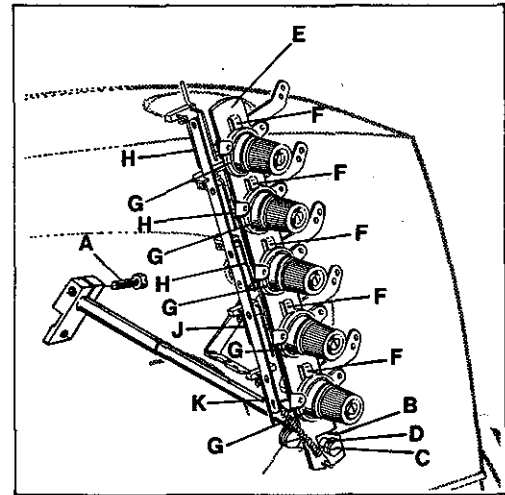

Fig. 60
5.1 Loosen screw (A, Fig. 60) in the tension release lever on the back of the machine and set lever (B) of tension release lever shaft horizontal. Retighten screw (A).
5.2 Loosen screw (C, Fig. 60) and set the tension disc separator (E) by turning eccentric (D) so that the separators (F) are as close as possible to the tension discs (G) without touching them. Retighten screw (C). The tension discs must open as soon as the cutting process starts. The tension disc separator should move freely between the tension discs without binding.
5.1 Lösen Sie die Schraube (A, Fig. 60) im Spannungsauslöshebel auf der Rückseite der Maschine und stellen Sie den Hebel (B) der Auslösestange für Fadenspannung waagrecht. Ziehen Sie die Schraube (A) wieder an.
5.2 Lösen Sie die Schraube (C, Fig. 60) und stellen Sie den Spannungsscheibentrenner (E) durch Drehen des Exzenters (D) so, daß die Öffner (F) so dicht wie möglich an den Fadenspannungsscheiben (G) stehen, ohne diese zu berühren. Ziehen Sie die Schraube (C) wieder an. Die Fadenspannungsscheiben müssen bei Beginn des Schneidvorganges öffnen. Der Spannungsscheibentrenner (E) muß zwischen den Fadenspannungsscheiben (G) freigehen ohne zu klemmen.
5.3 The thread pull-off hooks (H, Fig. 60) for the needle threads control the length of the needle thread tails on garment after trimming. The higher the hooks are set, the shorter the needle thread tails will be. Set the thread pull-off hooks (H) so that with free needle thread tails immediately the next stitch is formed, when sewing starts and the visible thread ends on the top of fabric are as short as possible. Set the thread pull-off hook (J, Fig. 60) for the looper thread so that the thread is clamped securely when trimmed. Set the thread pull-off hook (K, Fig. 60) for the spreader thread so that a sufficient amount of thread is pulled-off for the pneumatic cover thread pull-off (see item 7).
5.3 Die Fadenabzugshaken (H, Fig. 60) für die Nadelfäden regeln die Länge der Nadelfadenenden am Nähgut nach dem Abschneiden. Je höher die Haken gestellt werden umso kürzer werden die Nadelfadenenden. Stellen Sie die Fadenabzugshaken (H) so, daß bei freien Nadelfadenenden bei Nähbeginn sofort der nächste Stich gebildet wird und nur kurze Fadenenden auf der Oberseite des Stoffes sichtbar sind. Stellen Sie den Fadenabzugshaken (J, Fig. 60) für den Greiferfaden so, daß der Faden beim Abschneiden sicher festgeklemmt wird. Stellen Sie den Fadenabzugshaken (K, Fig. 60) für den Legfaden so, daß genügend Faden für den pneumatischen Legfadenabzug abgezogen wird (siehe Punkt 7).